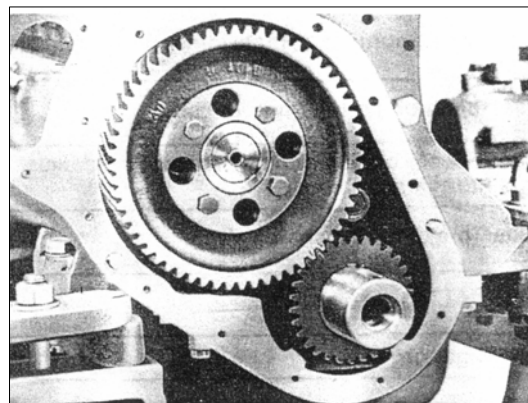

РИС. 98
2) Выровняйте отверстия упорной плиты шестерни распределительного вала и соответствующие резьбовые отверстия в блоке (рис. 98). Вставьте монтажные болты распределительного вала и затяните их до момента затяжки 3,5 кг·м .